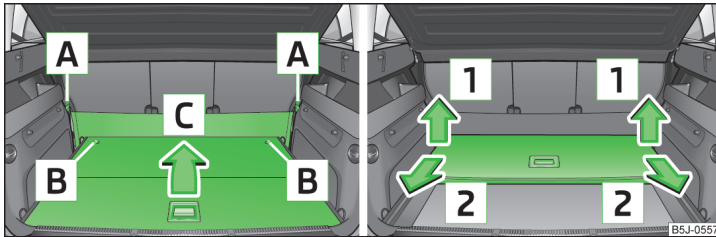

Abb. 69 Variablen Ladeboden zusammenklappen / herausnehmen
- Die Schlaufen **A** » Abb. 69 der elastischen Trennwand aus den Befestigungspunkten aushängen.
- Den variablen Ladeboden durch Drehen der Sicherungsbolzen **B** » Abb. 69 nach rechts um ca. 180° verriegeln.